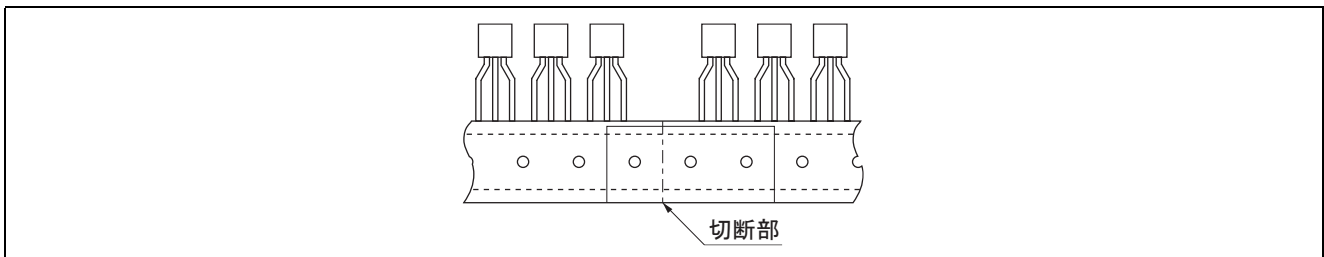

図3 継ぎ方
- テープの継ぎ方は (テープ完了または切断の場合) 図3に示すように接続ラベルで接続します。